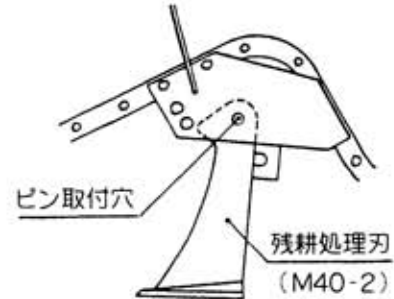

図51
(4) 残耕処理刃 (M40-2) セット (オプション部品) (図51)